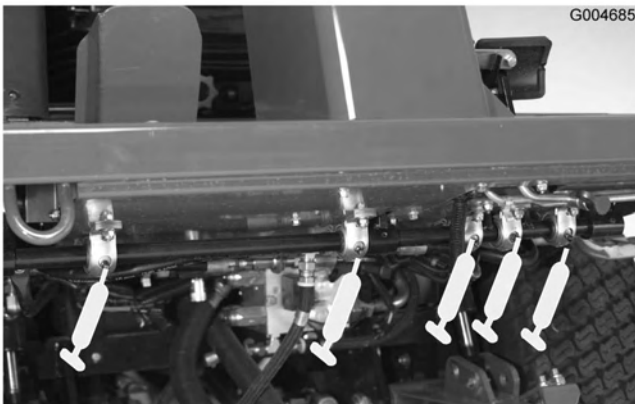

Bild 34
- Bremsstangen-Drehlager (5) (Bild 34)